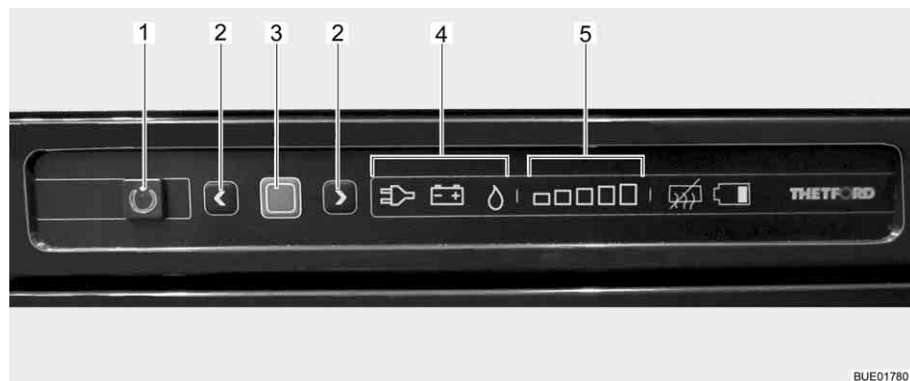

Bild 167 Bedienelemente für den Kühlschrank
Die aktuelle Betriebsart wird durch ein leuchtendes Symbol (Bild 167,4) an der Bedieneinheit angezeigt.
Nach dem Einschalten wählt der Kühlschrank automatisch die zuletzt gewählte Thermostateinstellung. Diese Einstellung kann manuell mit den Pfeiltasten (Bild 167,2) nachgeregelt werden. Die Leuchtbalken der Kühlstufenanzeige (Bild 167,5) zeigen die gewählte Thermostateinstellung an. Mit den Pfeiltasten wird die Kühltemperatur für alle drei Energiearten eingestellt. Es dauert einige Stunden, bis der Kühlschrank die normale Betriebstemperatur erreicht hat. Beim Umschalten der Betriebsart wird die Thermostateinstellung beibehalten. Die Kühltemperatur wird unabhängig von der Energieart beibehalten.
- Taste Ein/Aus (Bild 167,1) 1 Sekunde lang drücken. Taste (Bild 167,1) leuchtet grün auf. Nach ca. 10 Sekunden wird die Anzeige aus Energie-spargründen gedimmt.
- Bestätigungstaste (Bild 167,3) drücken. Die aktuelle Einstellung der Betriebsart wird angezeigt.
- Wenn nicht Betriebsart Gas eingestellt ist: Zum Ändern der Einstellung Bestätigungstaste (Bild 167,3) ca. 2 Sekunden lang drücken.
- Mit den Pfeiltasten (Bild 167,2) die Betriebsart Gas auswählen. Die Gaszufuhr ist geöffnet. Der Zündvorgang erfolgt automatisch. Ein tickendes Geräusch ist hörbar, bis der Zündvorgang erfolgreich abgeschlossen ist.
- Bestätigungstaste (Bild 167,3) ca. 2 Sekunden lang drücken.
- Bestätigungstaste (Bild 167,3) erneut drücken. Die aktuelle Kühlstufe wird durch die Leuchtbalken (Bild 167,5) angezeigt.
- Zum Ändern der Einstellung die Pfeiltasten (Bild 167,2) drücken, bis die gewünschte Einstellung angezeigt wird.
- Taste Ein/Aus (Bild 167,1) ca. 2 Sekunden lang drücken. Alle Lampen erlöschen. Der Kühlschrank ist abgeschaltet.
- Wenn nicht Betriebsart 230-V-Betrieb eingestellt ist: Zum Ändern der Einstellung Bestätigungstaste (Bild 167,3) ca. 2 Sekunden lang drücken.
- Mit den Pfeiltasten (Bild 167,2) die 230-V-Betriebsart auswählen.
230-V-Betrieb ausschalten: ■ Taste Ein/Aus (Bild 167,1) ca. 2 Sekunden lang drücken. Alle Lampen erlöschen. Der Kühlschrank ist abgeschaltet.
12-V-Betrieb einschalten: ■ Taste Ein/Aus (Bild 167,1) 1 Sekunde lang drücken. Taste (Bild 167,1) leuchtet grün auf. Nach ca. 10 Sekunden wird die Anzeige aus Energie-spargründen gedimmt.
■ Bestätigungstaste (Bild 167,3) drücken. Die aktuelle Einstellung der Betriebsart wird angezeigt.
■ Wenn nicht Betriebsart 12-V-Betrieb eingestellt ist: Zum Ändern der Einstellung Bestätigungstaste (Bild 167,3) ca. 2 Sekunden lang drücken.
■ Mit den Pfeiltasten (Bild 167,2) die 12-V-Betriebsart auswählen.
■ Bestätigungstaste (Bild 167,3) ca. 2 Sekunden lang drücken.
■ Bestätigungstaste (Bild 167,3) erneut drücken. Die aktuelle Kühlstufe wird durch die Leuchtbalken (Bild 167,5) angezeigt.
■ Zum Ändern der Einstellung die Pfeiltasten (Bild 167,2) drücken, bis die gewünschte Einstellung angezeigt wird.
12-V-Betrieb ausschalten: ■ Taste Ein/Aus (Bild 167,1) ca. 2 Sekunden lang drücken. Alle Lampen erlöschen. Der Kühlschrank ist abgeschaltet.